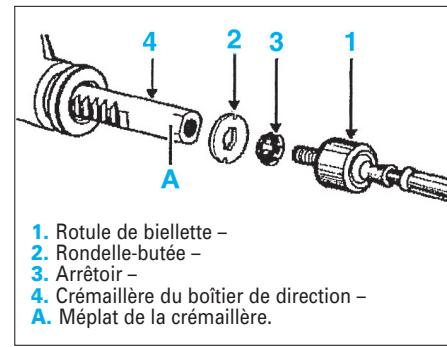

FIG. 8
de crémaillère afin d'enlever toute trace de produit frein de filet du montage d'origine. Remplacer systématiquement la rondelle butée (2) et l'arrêté (3) (Fig. 8).